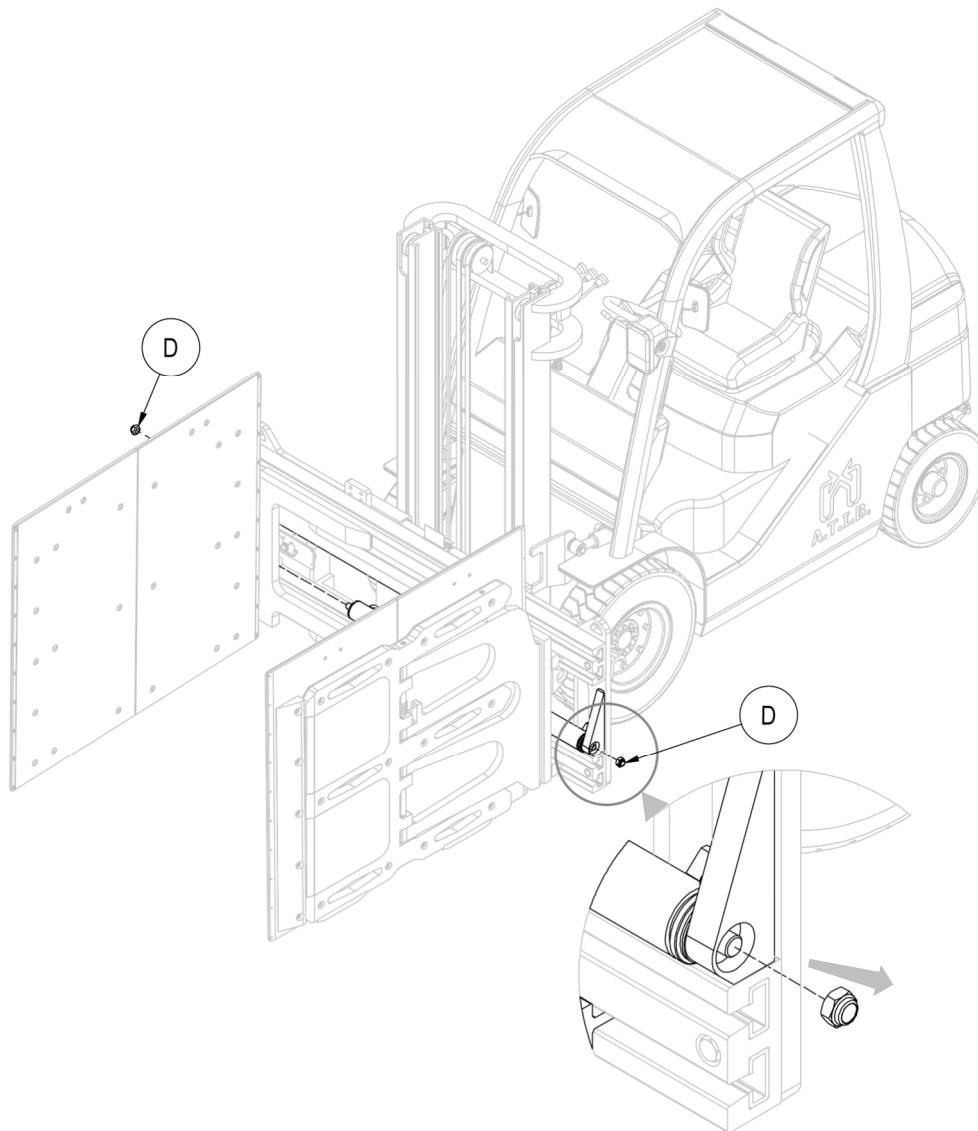

Figura 92
7. Extraer las tuercas D que unen los cilindros a la estructura del equipo y extraer los cilindros, teniendo cuidado de no dañarlos (ver *Figura 92*).